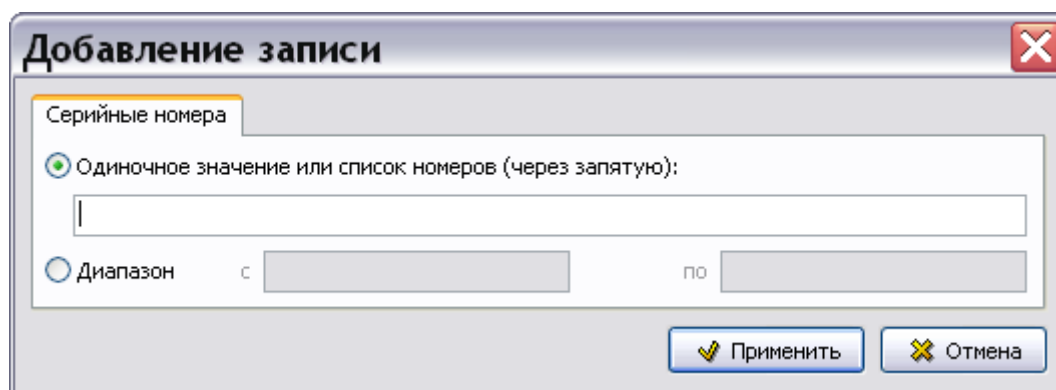

Рис. 12.7
4. Для ввода серийных номеров нажмите на кнопку **Добавить**  в правой части окна. После этого откроется диалоговое окно **Добавление записи** с вкладкой **Серийные номера** (Рис. 12.7).